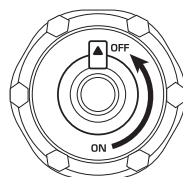

Fig. 4
7. Depois de parar o gerador, deixe-o arrefecer e feche a abertura de ventilação (para o modelo KSB 21i S, a posição OFF (Fig. 4)).